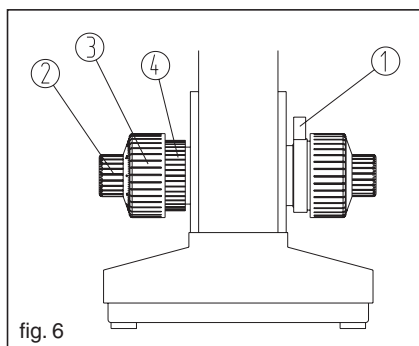

fig. 6
Lo strumento utilizza un meccanismo di messa a fuoco fine/grossolana coassiale. La manopola di tensione regolabile ④ viene utilizzata per regolare la tensione della manopola di messa a fuoco grossolana ③ per impedire al tavolino di scivolare per sua natura verso il basso. La manopola di limite ① impedisce il contatto accidentale tra campione e obiettivo. ② è la manopola di messa a fuoco fine. (Fig.6)